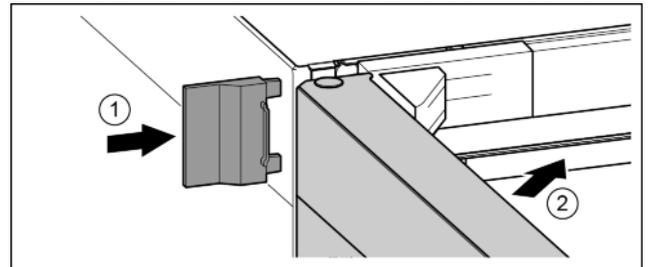

Fig. 24
- ▶ Pousser le cache extérieur. *Fig. 24 (1)*
- ▶ Fermer la porte supérieure. *Fig. 24 (2)*